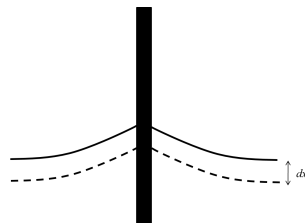

FIGURE 2 – Mesure de l'énergie nécessaire pour sortir la plaque du liquide
2. On sort très lentement la plaque de la solution. Elle passe de la situation A (ligne continue sur la figure 2) à la situation B (ligne pointillée sur la même figure). Ecrire l'énergie $E_B - E_A$ nécessaire pour passer d'une situation à l'autre. On appelle γ_{sl} la tension de surface entre le platine et la solution et γ_{sg} entre le platine et l'air. On notera $L = 1$ cm la largeur de la plaque.
3. Dessinez l'angle de contact Θ sur le schéma de la figure 2.